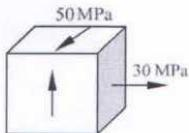

图 3
3. 图3为构件中危险点的应力单元体，按第三强度理论计算的相当应力  $\sigma_r = \underline{\quad(4)\quad}$  MPa，